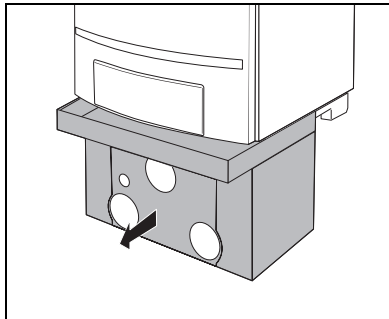

Bild 10 Ta av den undre beklädnaden
- Ta av anslutningsgruppens undre beklädnad (bild 10).